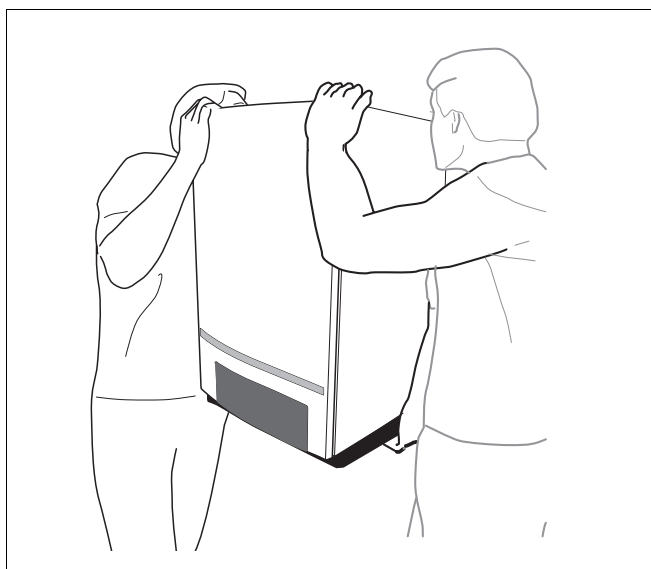

fig. 3 Optillen cv-toestel met twee personen via de zijkant
Het cv-toestel kan het beste worden opgetild door twee personen, waarbij met één hand (uitsparing beschermkap, zwart) aan de onderzijde en de andere hand aan de bovenzijde van het cv-toestel wordt gehouden (→ fig. 3).
- Til het cv-toestel op volgens de tilvoorschriften en plaats het cv-toestel in de ophangbeugel (→ fig. 3).